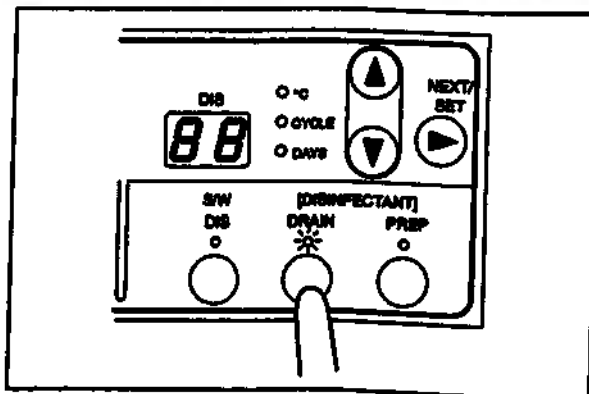

Рис. 4.42
3. Нажмите и удерживайте кнопку «[DESINFECTANT] DRAIN» на вспомогательной панели управления в течение более 2 секунд. При однократном нажатии кнопки слышится прерывистый зуммерный сигнал (би-би), а на дисплее «CODE/TIME» на главной панели управления появляется индикатор [□], что свидетельствует о нормальной работе системы. После завершения выпуска дезинфицирующего раствора начинается промывание моечной ванны (см. рис. 4.42).